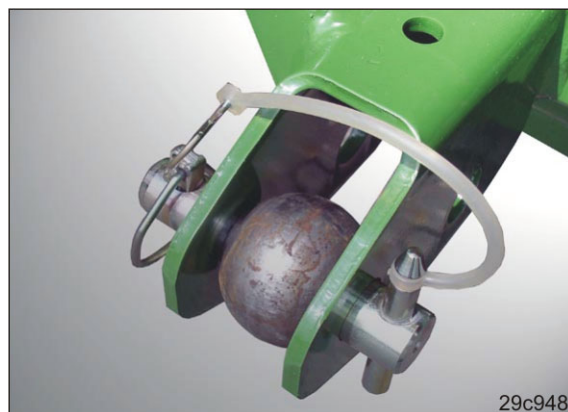

Рис. 61
1. Закрепите шариковые втулки (Рис. 61) на пальцах верхней и нижней тяги трёхточечной навески агрегата. Шариковые втулки зависят от типа трактора (см. руководство по эксплуатации трактора).